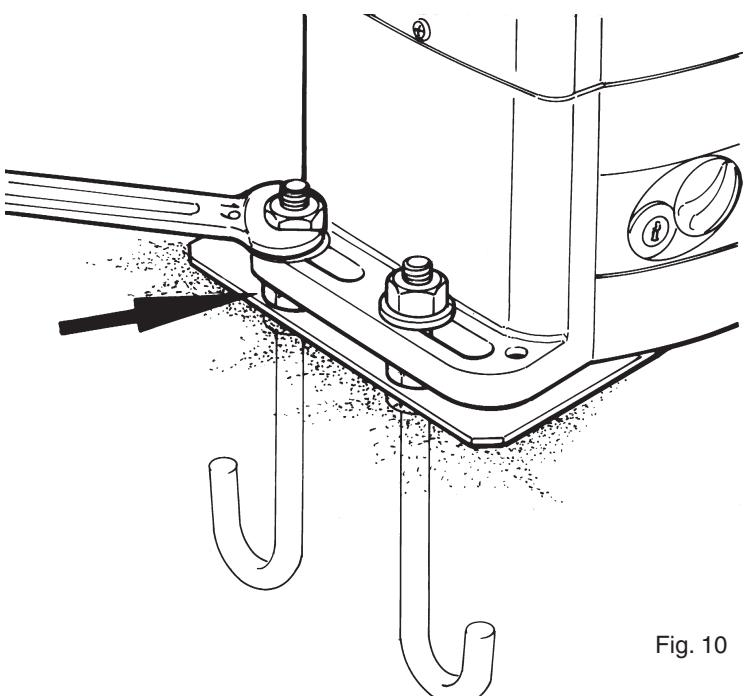

Fig. 10
- Avvitare i 4 dadi bassi qualora si voglia regolare in altezza (max 10 mm) il motoriduttore, altrimenti non utilizzarli. (fig. 10)
- Visser les 4 écrous bas si on désire régler en hauteur le motoréducteur (10 mm maximum), en cas contraire, ne pas les utiliser (fig. 10).
- Die vier flachen Muttern anschrauben (max. 10 mm), falls der Getriebemotor in der Höhe verstellt werden soll, andernfalls die Muttern nicht benutzen, Abb. 10.
- Enrosque las 4 tuercas bajas si desea regular la altura del motorreductor (10 mm. máx.), en caso contrario, no las use (fig. 10).
- Tighten the 4 low nuts if you wish to adjust the height of the gearmotor (10 mm maximum), otherwise do not use them Fig. 10.